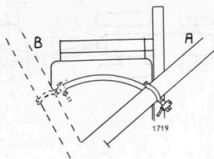

Bild 15.
Är skördetröskan utrustad med spannmålstank, kan tömningsröret intaga två lägen: transportläge (A) och tömningsläge (B). I bägge dessa lägen finns möjlighet att låsa röret. Bild 15.